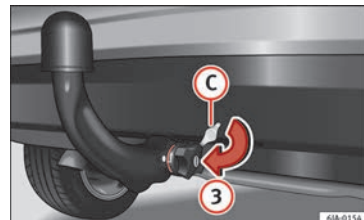

Bild 199 Placera nyckelhålsskyddet
- Placera skyddet (C) över låset till det manuella reglaget i pilens riktning (3) » bild 199.